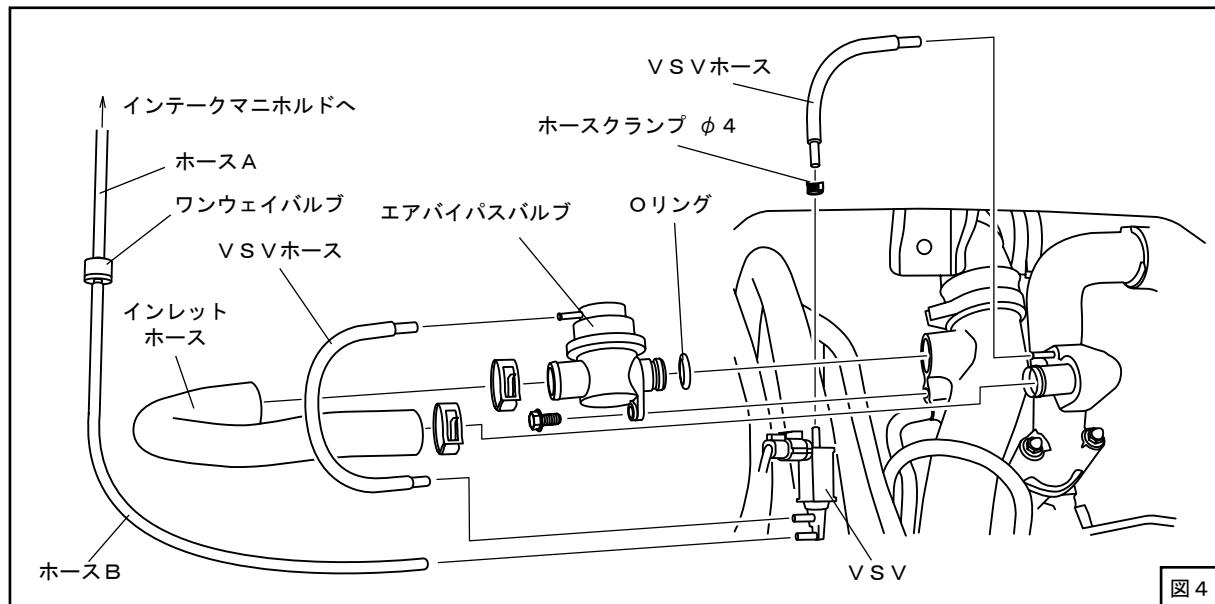
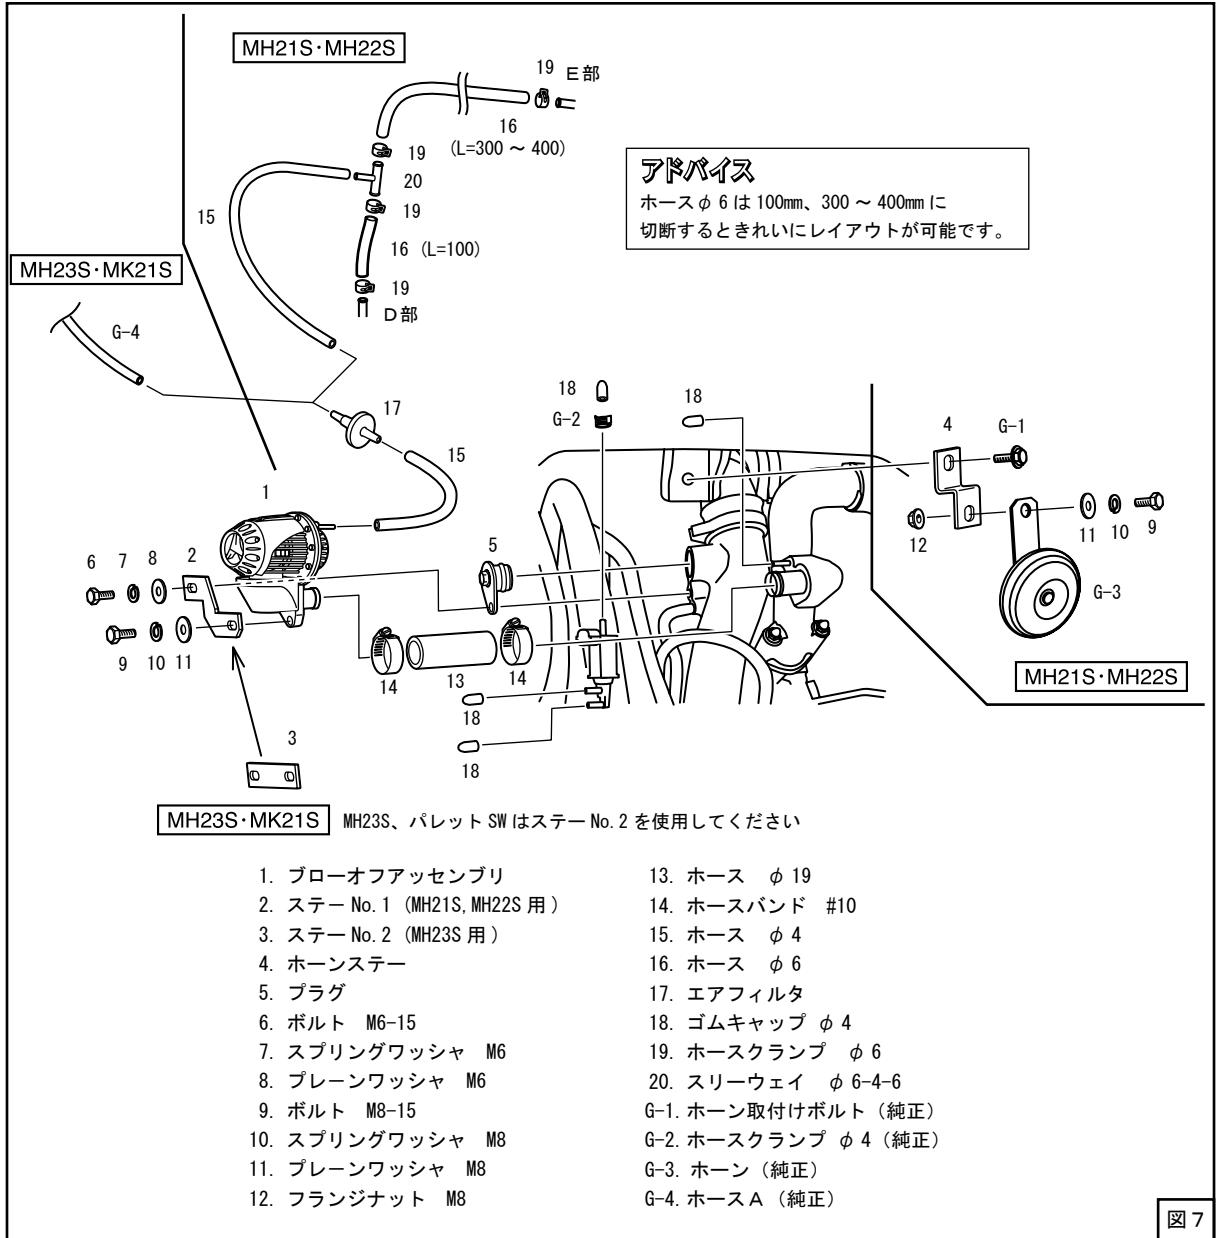
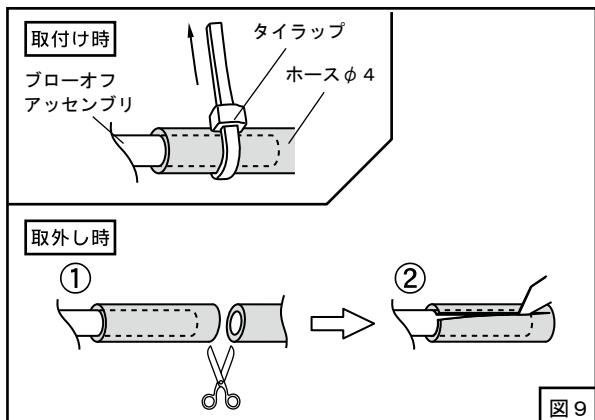

図4
図7
図 9
(5) エアバイパスバルブからOリングを取り外してください。 (Oリングは再使用します) (図4)
(6) [MH23S・MK21S] ホースB、ワンウェイバルブを取外してください。 (MH21S、MH22Sには存在しません) (図4)
(2) VSVのニップルに、ゴムキャップφ4を取付けてください。 (図4、図7)
(図6、図7)
(4) キットパーツを仮付けしてください。 (図7)
使用してください。（図 7）
(図 7、図 9)
ブローオフアッセンブリを取り外す時など、ホースφ4をブローオフアッセンブリから抜く際は、タイラップを外した後、一度ホースφ4を切断し切り込みを入れてから取外してください。（図 9）
- (8) ステーやブローオフアッセンブリがボディなどと干渉しないように位置を決め、ホースバンド・ボルト・ナット類を本締めし、固定してください。（図 7、図 10）
- (9) **MH21S・MH22S** ホーンを取付けてください。（図 7）
- (10) **MH21S・MH22S** フロントグリルを元通り取付けてください。
- (11) バッテリのマイナス端子（-）にケーブルターミナルを取付けてください。